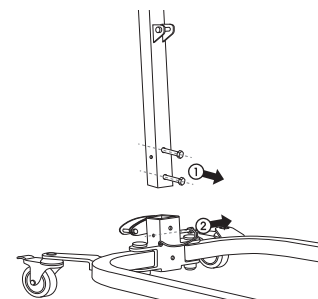

fig. 2
- Retire los dos tornillos de la parte inferior del mástil [1] [fig. 2].
- Retire el pin de la base [2] [fig. 2].